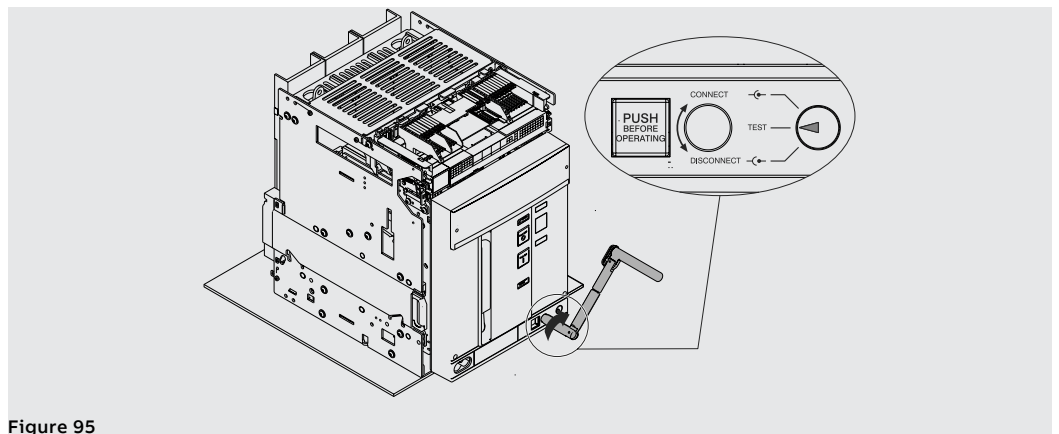

Figure 95
10. Tourner la manivelle dans le sens horaire jusqu'à ce que le bouton sorte et l'indicateur signale que le disjoncteur est en position **TEST**. Voir Figure 95.